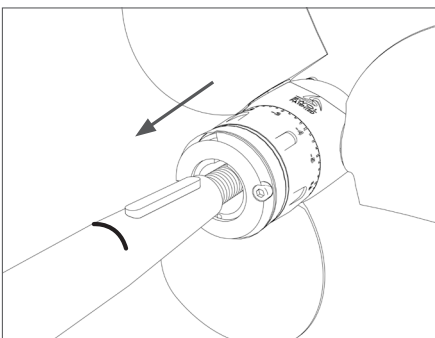

FIG. 13 | Innestare l'elica sull'asse con la chiavetta
- Innestrare il gruppo elica completo sull'asse porta-elica (**Fig. 13**) e tenerlo in posizione prima del fissaggio.